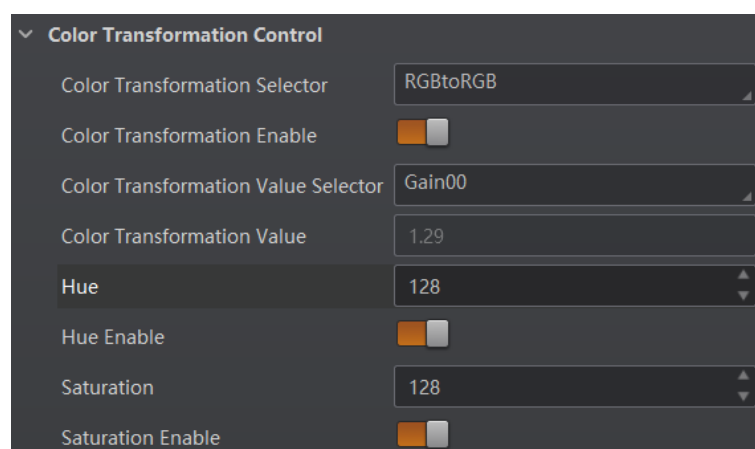

图7-43 调节饱和度
3. 在 *Saturation* 参数中输入需要设置的数值，范围为 0~255，如图 7-43 所示。